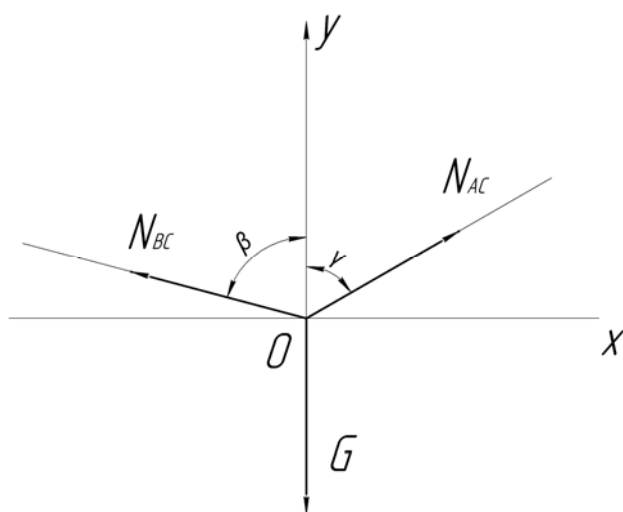

Рис. 1.2
**1. Аналітичний метод.** Збіжну плоску систему сил розташовуємо в координатній системі  $XOY$  (рис. 1.2). Умовою рівноваги цієї системи сил є вирішення системи рівнянь: